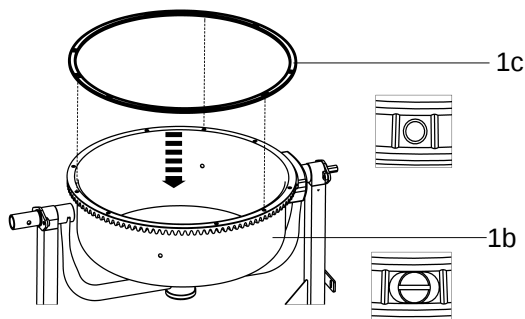

Fig. 5
3. Alinhe os orifícios e parafusos e coloque a junta de borracha (1 c) sobre o tambor inferior (1 b)(Fig. 5).